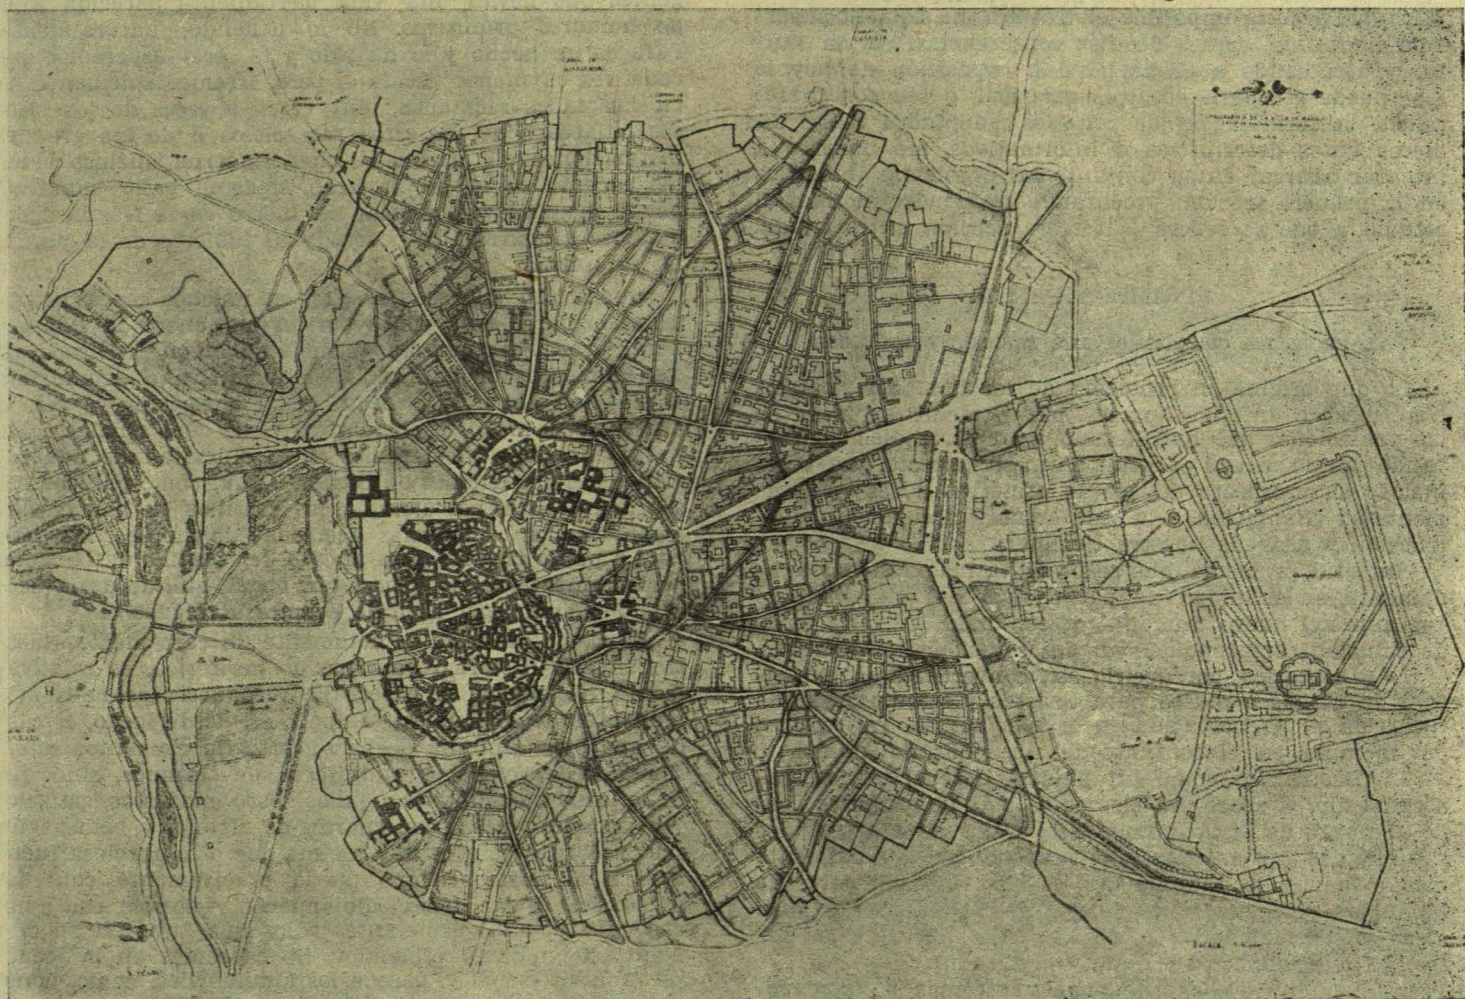

Figura 1.^a
a) El plan de ordenación urbanística y las ordenanzas de lo que dimos en llamar "Barrio Histórico", o, para decirlo más concretamente, la zona de nuestro Madrid comprendida dentro del recinto de la primera muralla—casi totalmente reconocida—, la muralla del Margerit que conquistó en el 1085 Alfonso VI (figura 1), conjunto al que pueden sumarse la Plaza Mayor y la calle de Toledo en su primer tramo y algunos otros elementos urbanos más o menos próximos a este núcleo primitivo de la ciudad, lo que puede hacer pensar en la conveniencia de extender dicho propósito ordenador incluso hasta la totalidad del recinto aproximado de la segunda muralla de Madrid que, como es sabido, dura hasta la época de Felipe II.